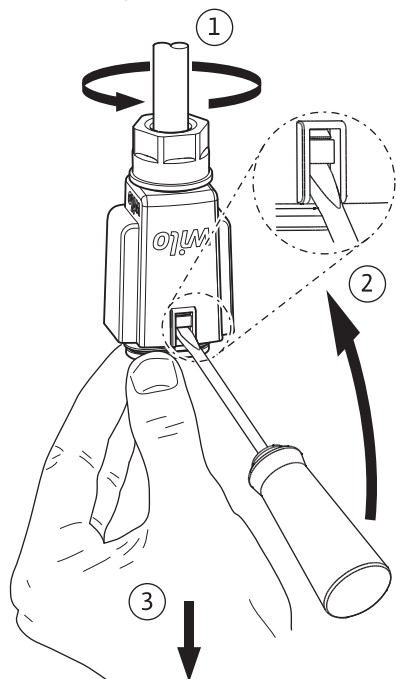

Fig. 6: Demontaža priključka Wilo-Connector
- Priključek Wilo-Connector snemite s črpalke in ga demontirajte s primernim izvijačem (Fig. 6).